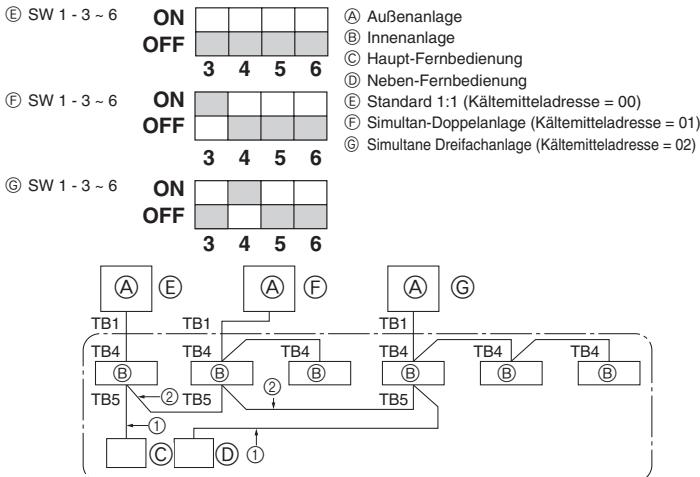

Fig. 9-1
① Schalten Sie die Anlage ein (Leistungsschalter).
② Stellen Sie nach dem Schließen des Gassperrventils den SWP-Schalter auf der Schalttafel der Außenanlage auf ON/EIN ein. Der Kompressor (Außenanlage) und die Ventilatoren (Innen- und Außenanlagen) beginnen zu arbeiten und der Kältemittelsammelvorgang setzt ein. LED1 und LED2 auf der Schalttafel der Außenanlage leuchten.
9. Kontrolle des Systems (Fig. 9-1)